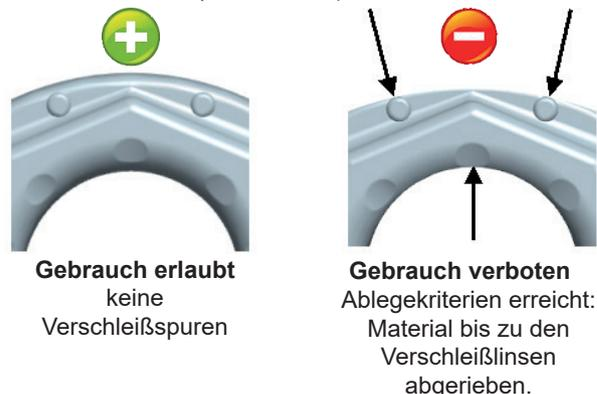

Abb. 2: Verschleißmarkierungen
- Kontrollieren Sie sorgfältig die Verschleißmarkierungen des INOX-ABA (siehe Abb. 2):
- Querschnittsveränderungen durch Verschleiß > 10 % (siehe Abb. 2)